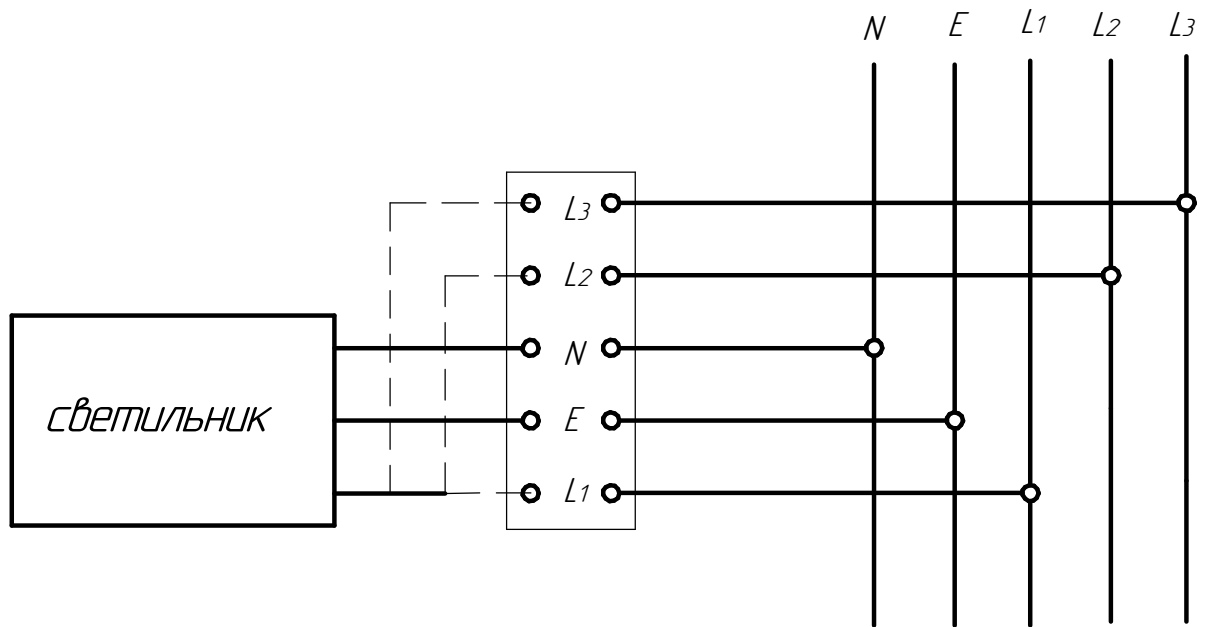

Рисунок 3 - Схема подключения святильниК к сети
6.4 Подключите светильник к электрической сети согласно схеме рис. 3 Для подключение к сети светильников, установленных в линию,